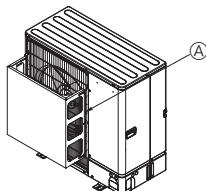
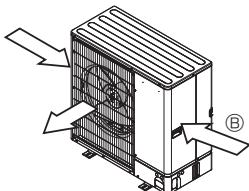

Fig. 2-5
Fig. 2-6
- ② Монтирайте допълнително направляващо устройство на изхода за въздух, ако тялото е монтирано на място, където силни ветрове от тайфуни и др. могат директно да влязат в изхода за въздух. (Fig. 2-5)
- ③ Направляващо устройство на изхода за въздух
- ④ Ако е възможно, поставете тялото така, че изходът за въздух да духа перпендикулярно на посоката на сезонния вятър. (Fig. 2-6)
- ⑤ Посока на вятъра